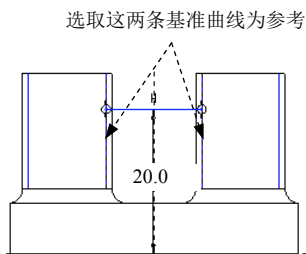
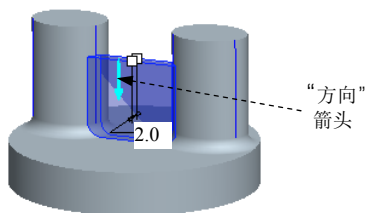

图 8.3.22 截面图形
图 8.3.23 定义加材料的方向
(4) 单击 按钮, 预览所创建的基准曲线, 然后单击“完成”按钮 .
Step3. 创建筋特征。选择 **模型** 功能选项卡 **工程** 区域中 节点下的 **轮廓筋** 命令; 设置 TOP 基准面为草绘面, RIGHT 基准面为参考面, 方向为 **左**; 选取图 8.3.22 所示的基准曲线为草绘参考; 绘制该图所示的截面草图; 加材料的方向如图 8.3.23 所示; 筋的厚度值为 2。